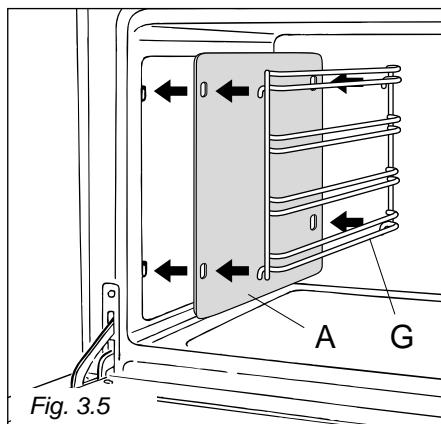

Fig. 3.5
– Agganciare i telai laterali "G" (fig. 3.5) ai fori delle pareti laterali dell'interno del forno.
interporre i pannelli autopulenti "A" (fig. 3.5).